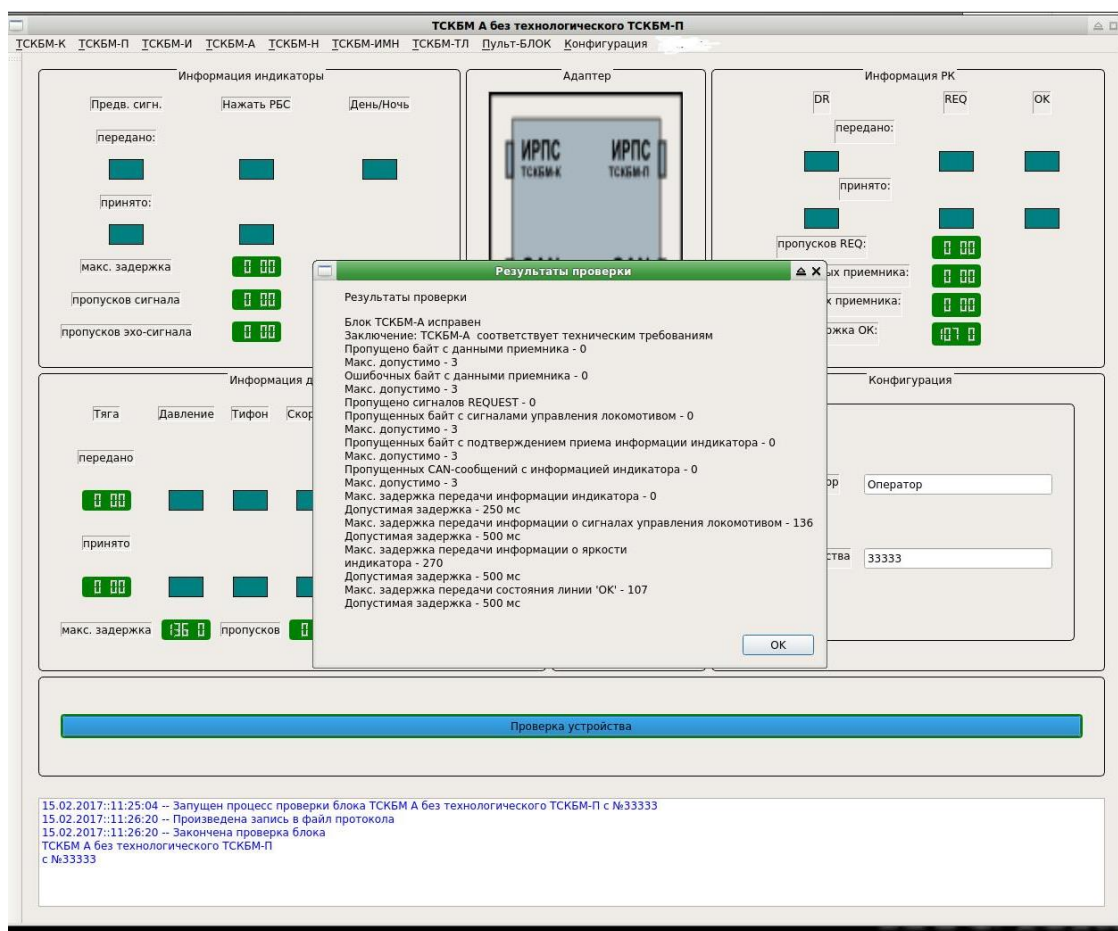

Рисунок 3.2.6.4 - Сообщение системы о результате проверки блока ТСКБМ-А НКРМ.468363.010-01 без технологического ТСКБМ-П
5) Критерием исправного состояния блока ТСКБМ-А является сообщение программы «Блок ТСКБМ-А исправен» (рисунок 3.2.6.4). В случае неисправного блока ТСКБМ-А появится сообщение о неисправности и в контролируемых параметрах на панели и в протоколе по п.3.2.6.3(2) будет указана информация о выходе параметра за допустимые пределы.